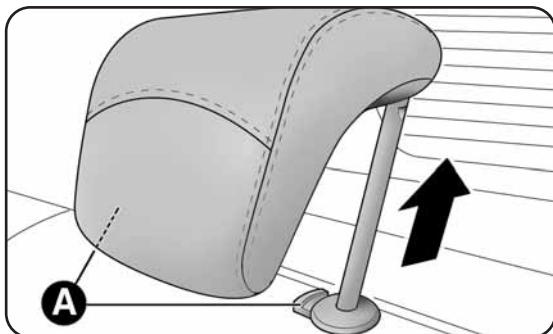

fig. 64
- soulever les appuis-tête jusqu'en butée, appuyer sur les deux boutons A-fig. 64 à côté des deux supports, puis extraire les appuis-tête en les tirant vers le haut;